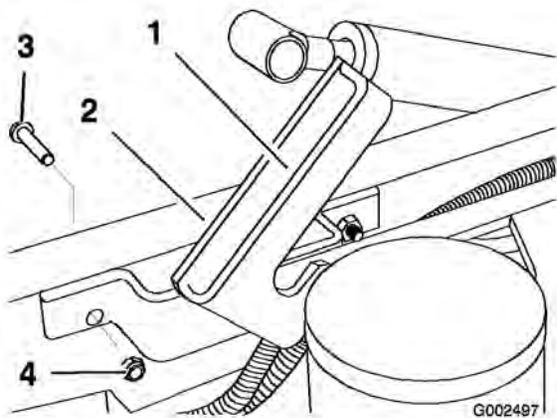
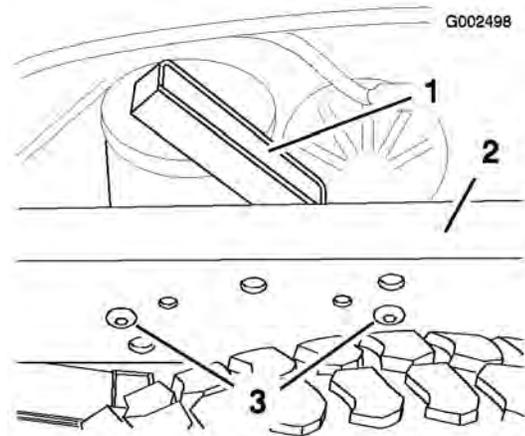

図 12
図 13
2. 車両の左フレームレールの内側に、ストラット・サポート・アセンブリを取り付ける；ソケット・ヘッド・ボルト2本(3/8 x 1 インチ)とロック・ナット2個(3/8 インチ)を使い、図 12および図 13のように取り付ける。各ナットを30 ± 4 Nmにトルク締めする。
4. プロップロッド、ジャムナット、ヨークを組み立てて仮止めする (図13)。